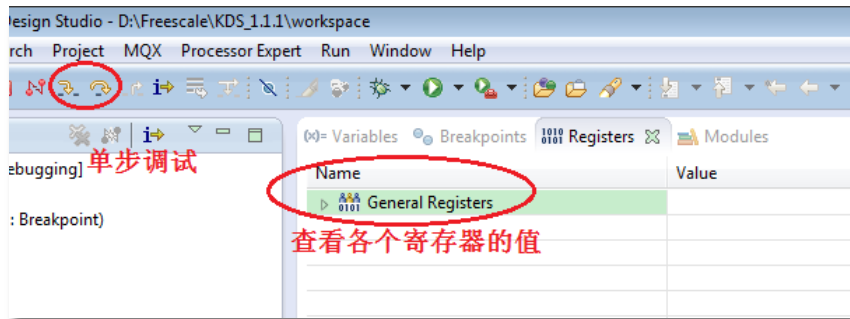
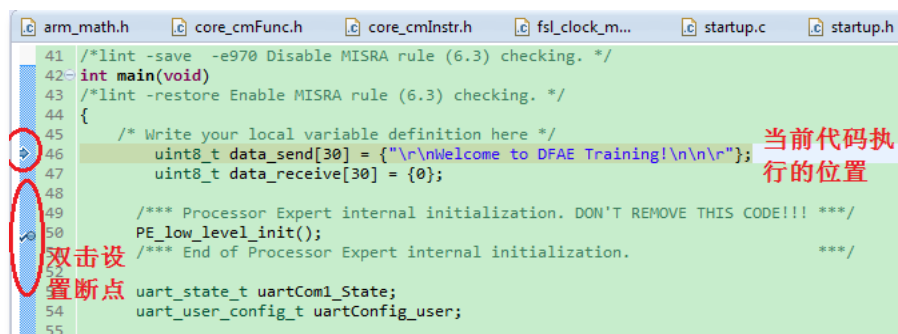

图 131 调试界面中的工具栏和寄存器查看窗口
图 132 调试界面中的代码显示窗口
2. 最后点击“Debug”以后，就会开始程序的下载和调试。程序下载完成后会弹出调试界面，其中各窗口的主要功能如图 131和图 132所示。